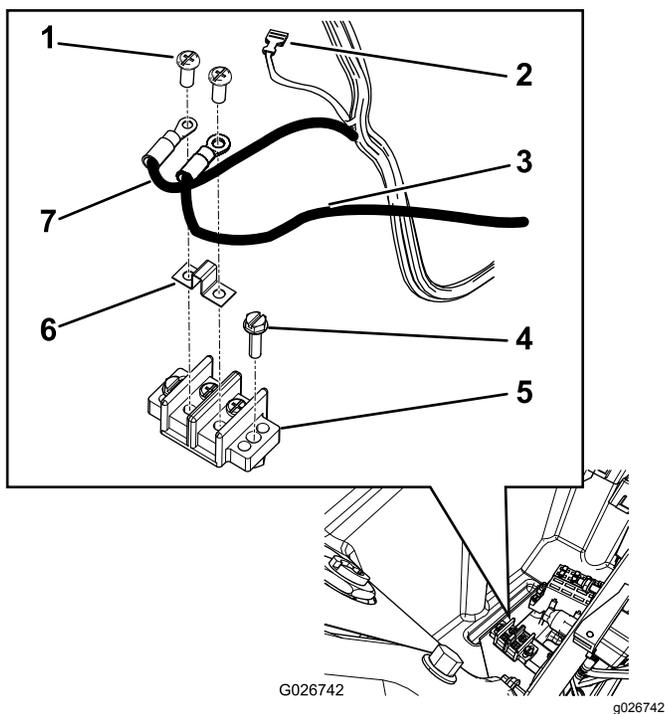

Figura 22
B. Montate la morsettieria di messa a terra nel punto indicato in Figura 22.
C. Rimuovete i morsetti a vite e montate il cavallotto sulla morsettieria di messa a terra, come illustrato nella Figura 22.
- D. Individuate il filo nero nel cablaggio principale del piatto e attaccatelo a un lato del cavallotto, sulla morsettieria di messa a terra (Figura 22).
- E. Attaccate il filo nero nel cablaggio del piatto sull'altro lato del cavallotto (Figura 22).